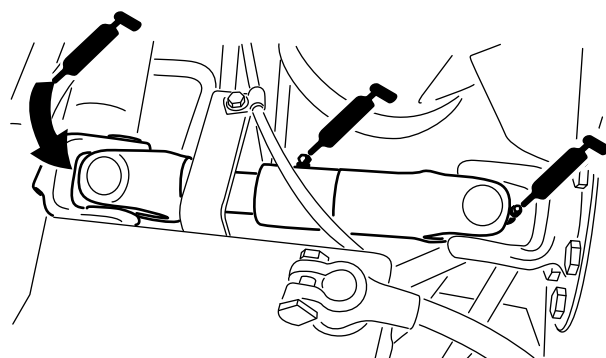

Figura 46
- Giunto ad U del semiasse fra motore e pompa (3)—Figura 46